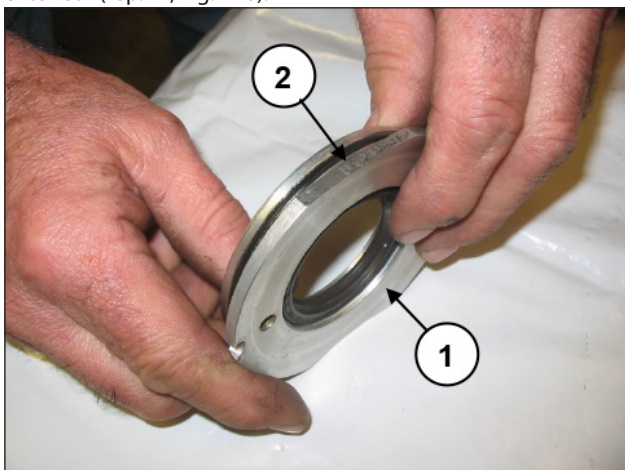

Fig. 116
Remplacer le joint Spi (rep. ①, Fig. 116) et le joint torique extérieur (rep. ②, Fig. 116).